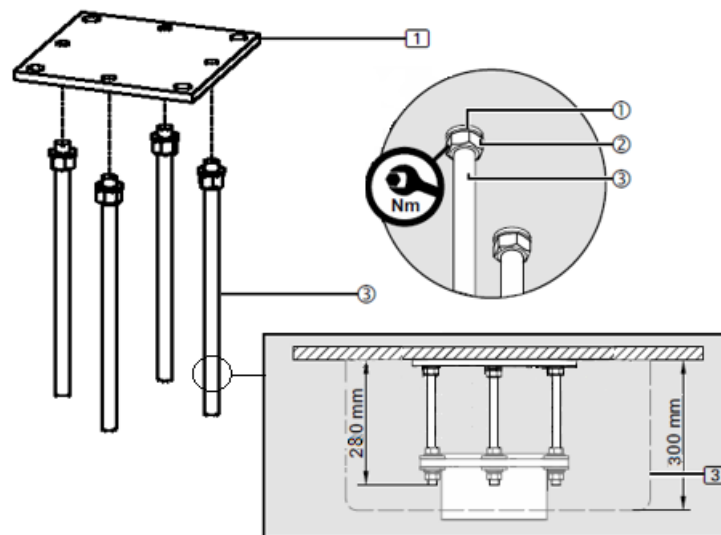

Fig. 5 Montage van interfaceplaat zonder vals plafond
- Voor de plafondafwerking (3), die een hoogte van 300 mm heeft, moeten de 6/12 M16 x 350 mm ③ schroefbouten op 280 mm worden afgeknipt. Zie afb. 5.
- Verwijder voorzichtig de bramen van de schroefbouten M16 x 350 mm ③ om ervoor te zorgen dat het schroefdraad zo goed mogelijk in de tussenplaat (1) past.
- Draai 1 zeskantmoer M16 ② op elk van de schroefbouten M16 ③ en plaats vervolgens 1 veerring ① op elk van de bouten.